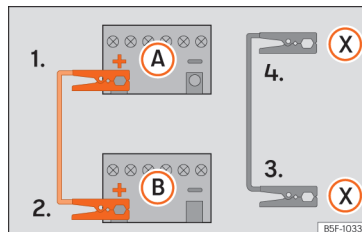

Abb. 81 Anschlussschema für Fahrzeuge mit Start-Stopp-System.
- 4b. Bei Fahrzeugen mit Start-Stopp-System: ein Ende des schwarzen Starthilfekabels (X) an einen geeigneten Masseanschluss, ein massives, fest mit dem Motorblock verschraubtes Metallteil oder an den Motorblock selbst anklammern » » » Abb. 81.
5. Klemmen Sie das andere Ende des schwarzen Starthilfekabels (X) im Fahrzeug mit der entladenen Batterie an ein mit dem Motorblock verschraubtes, massives Metallteil oder an den Motorblock selbst, aber so weit wie möglich von der Batterie (A) entfernt an.